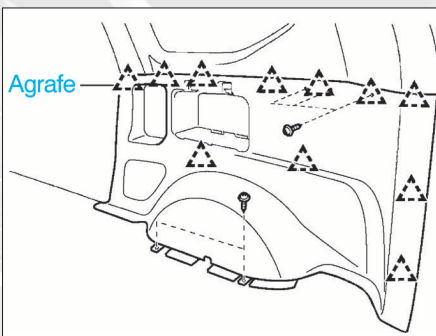

FIG. 74
- les garnitures d'habillage gauche et droite de custodes (Fig.74).